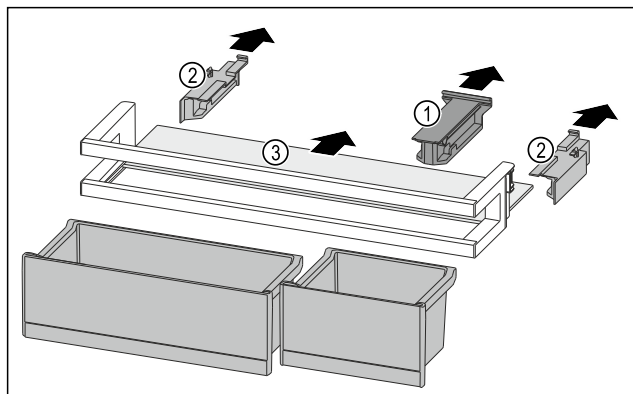

Fig. 275
- Dra ut fästdelen Fig. 275 (1).
- Dra av sidodelarna Fig. 275 (2).
- Ta ut hyllan Fig. 275 (3).